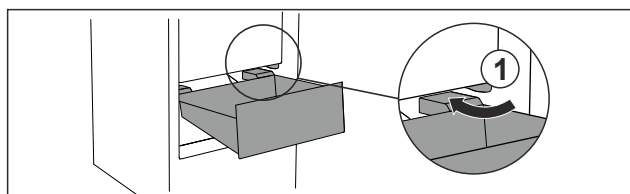

Fig. 31
- Far passare il cassetto intorno ai fermi Fig. 31 (1) inclinandolo.